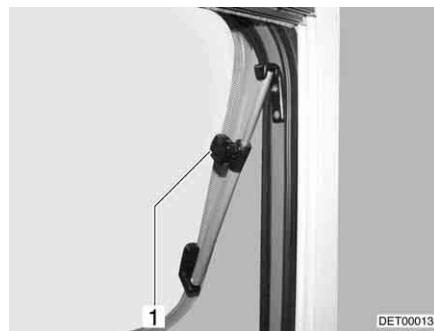

Bild 73 Överkantshängt fönster med vridspärr
- Öppna det överkantshängda fönstret till önskat läge och lås det med den lettrade hylsan (Bild 73,1).
- Vrid den lettrade hylsan (Bild 73,1) tills låsningen släpper.